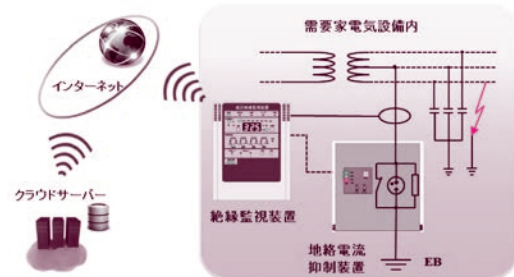

図2 システム構成
- ④絶縁監視装置は通信モジュールを搭載しており、IoTを活用した保安業務のスマート化を実現する。本システム構成を図2に示す。